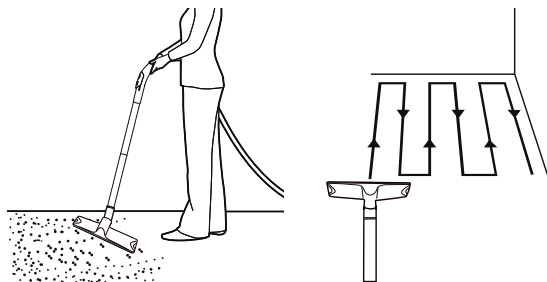

Fig. 23
- > Conecte o(s) tubo(s) de extensão (17) no manípulo da mangueira (16a), se necessário.
- > Mova ligeiramente sobrepondo linhas. O padrão mais eficiente são linhas direitas ao longo de um dos lados. Isto irá manter as linhas direitas e assegurar que toda a superfície de trabalho fica limpa sem falhar qualquer local (Fig. 23).